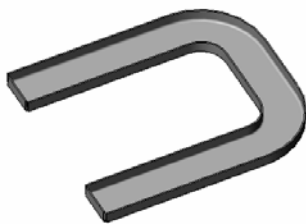

图 9-66 U 形槽
⑦ 生成另一侧端面的“边线法兰”。选择菜单栏中的“插入”→“钣金”→“边线法兰”命令，或者单击“钣金”工具栏中的“边线法兰”图标，设置参数与上述相同，生成另一侧端面的边线法兰，结果如图 9-66 所示。